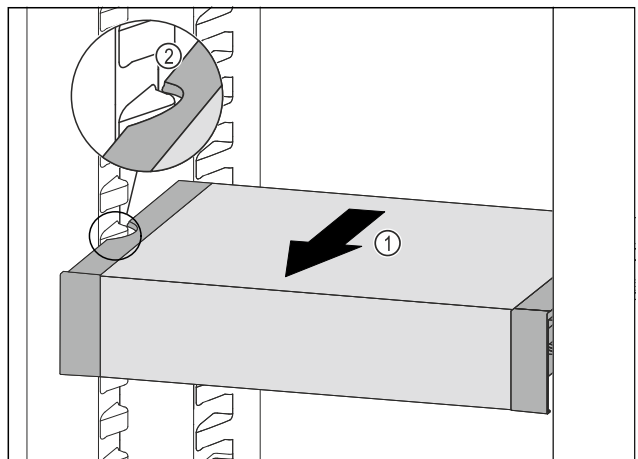

Fig. 85
- ▶ Потягнути VarioSafe вперед Fig. 85 (1), поки бокові заглиблення VarioSafe не опиняться на рівні ребра для ємності в охолоджувальному відділенні. Fig. 85 (2)